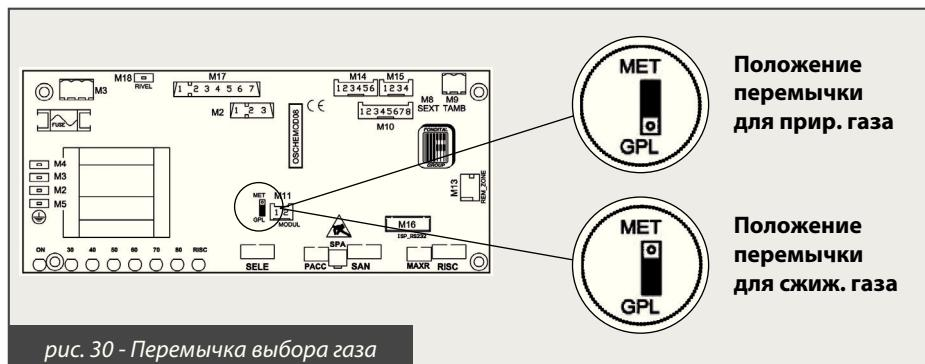

рис. 30 - Перемычка выбора газа
- на электронной плате установить перемычку MET-GPL в положение GPL (см. рис. 30);
- на электронной плате установить перемычку MET-GPL в положение MET (см. рис. 30);